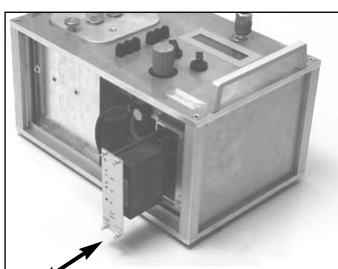

Abbildung 3
4. Einschub (Elektronik) herausziehen (siehe Abbildung 3).